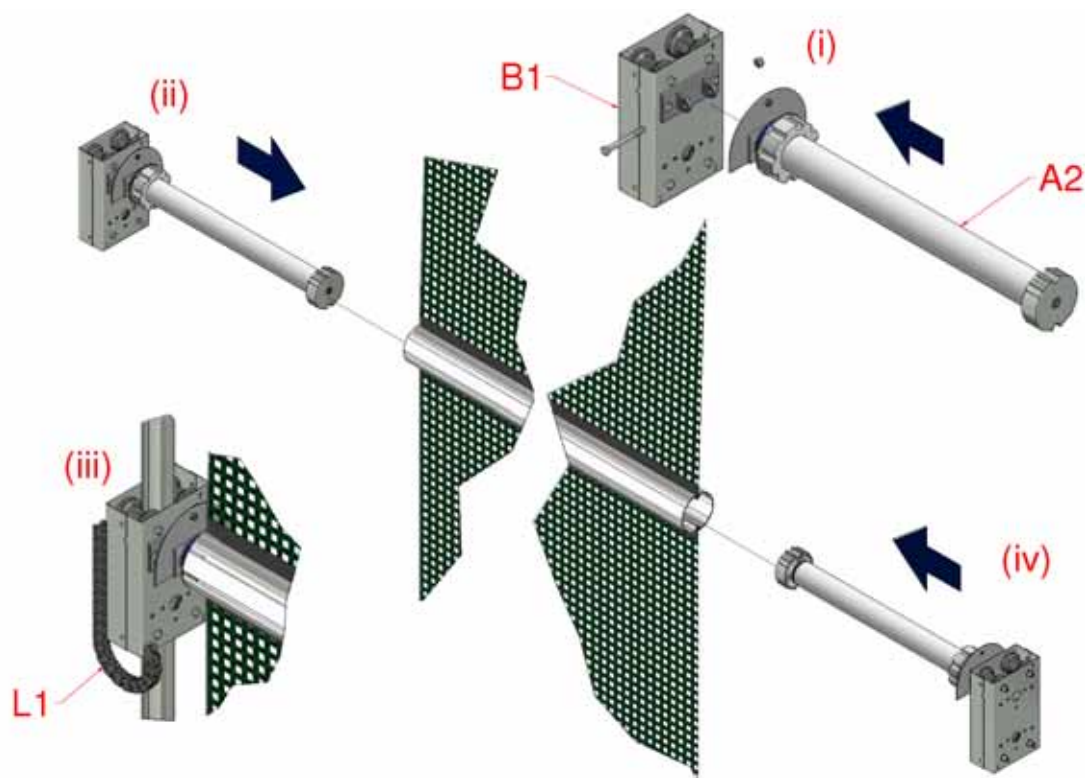

Figure 20, Moteur double et coffret de commande
4.7 Monter les moteurs (A2) sur les coffrets de commande de l'extrémité motrice (B1) en utilisant les boulons et les écrous à filetage auto freinant M8x80, Figure 20(i). Fixer les supports de la chaîne d'énergie (L1) sur les bords extérieurs inférieurs des boîtes de chariot à l'aide de vis et écrous M3x8mm. Avant de poser le moteur sur le tube du milieu, mettre en marche provisoirement le moteur pour vérifier qu'il tourne dans le bon sens pour permettre de relever le rideau sur l'extérieur du panneau supérieur. Enfoncez l'ensemble moteur et coffret de commande pré-câblés dans l'extrémité du boîtier de commande du tube du milieu, Figure 20(ii).